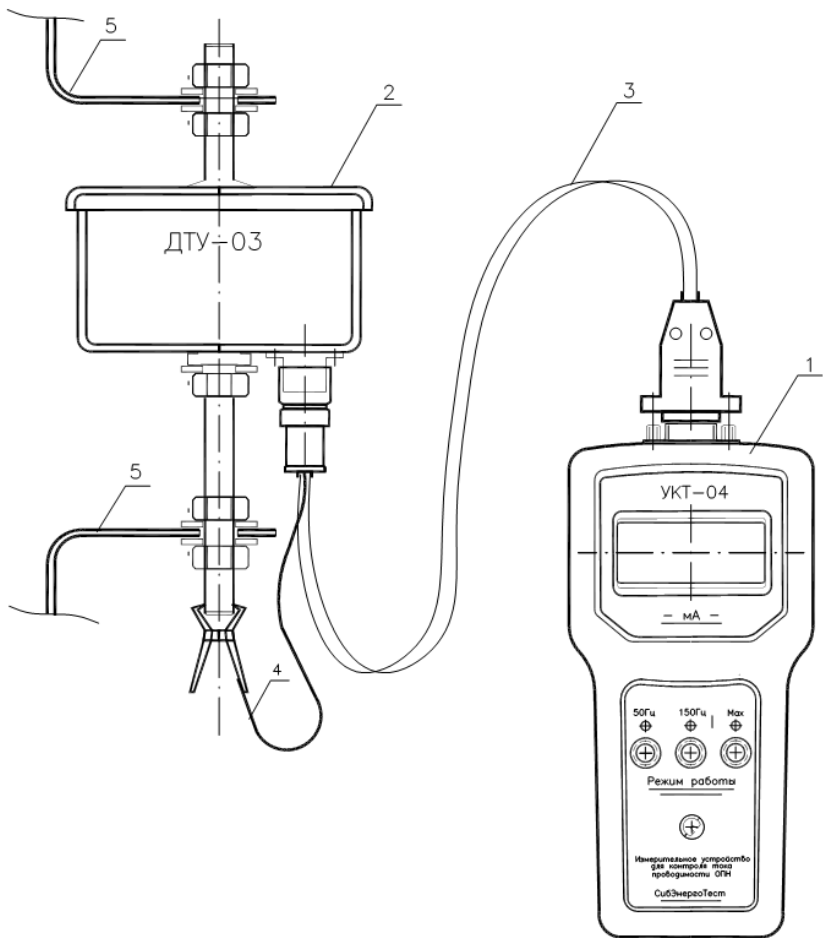

Рисунок 4 - Схема подключения пульта к датчику при измерениях.
7.1 Подготовка к проведению измерений (рисунок 4).